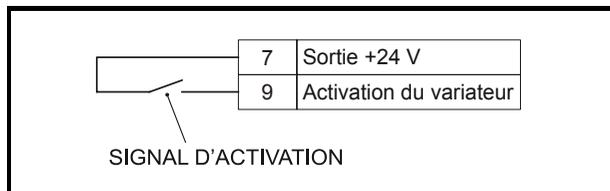

Figure 7.2 Connexions de base du clavier
2. Procédez aux connexions de signaux de commande comme illustré à la Figure 7.2.